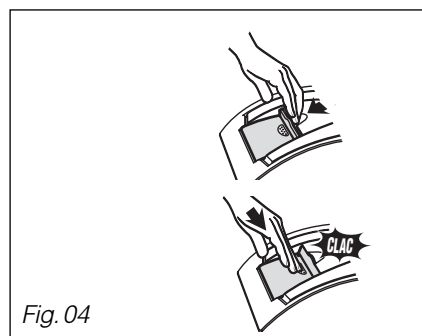

Fig. 04
- Abra a porta do tambor puxando o dispositivo de fechadura (Fig. 04).
- Volte a fechar a porta, abaixe o dispositivo de fechadura premindo em cima até que fique bem fechado (Fig. 04).